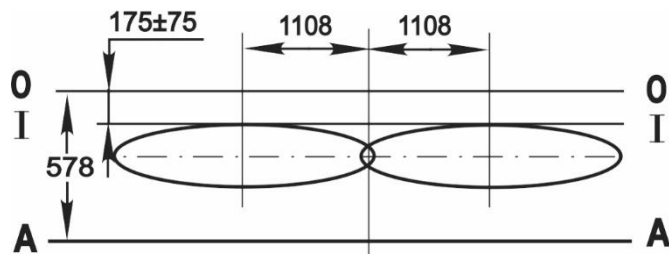

**Рис. 13.6 Разметка экрана для регулировки противотуманных фар с размещением на расстоянии 10 м**
**Регулировка противотуманных фар** проводится путем совмещения верхней светотеневой границы светового пятна с линией разметки на экране (рис. 13.6) путем ее наклона в вертикальной плоскости. Для регулировки следует использовать винт 1 (рис 13.7).